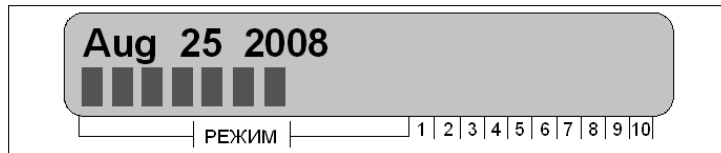

Рисунок 27 – Отображение уровня контраста ЖК-дисплея, даты создания файла прошивки
- нажатием клавиши «*» можно просмотреть дату создания файла прошивки центрального процессора прибора, рисунок 27.